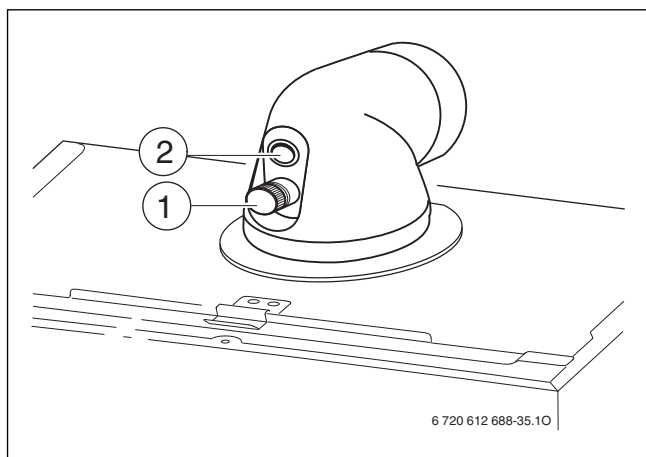

Fig. 71
- ▶ Retirer le bouchon sur la prise de mesure de l'air de combustion [2] (→ figure 71).
- ▶ Retirer le bouchon au niveau de la prise de mesure des fumées [1] (→ figure 71).